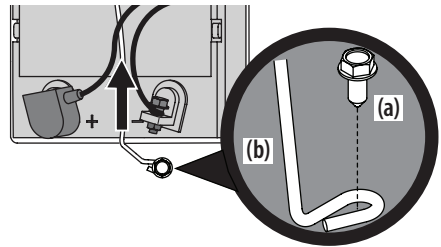

Figura 15
3. Extraiga el tornillo de cabeza hexagonal con arandela (a) que sujeta la barra de sujeción de la batería al marco (b). Luego levante la barra de sujeción (b) de la batería para liberar la batería. Consulte la Figura 15.